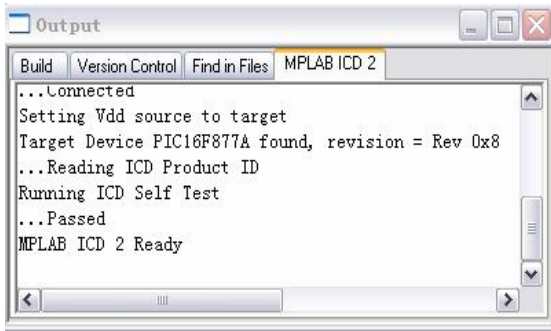

图 5-4 连接信息
4) 执行菜单命令 **Debugger** → **Connect** 或者工具栏图标 ，连接 MCD2 与 DEMO-II 开发板，连接成功后将出现图 5-4 所示的提示信息。